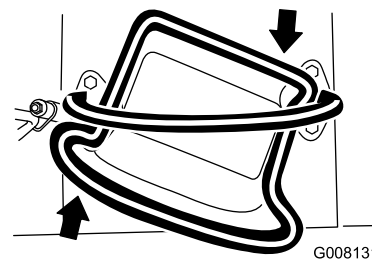

Figure 9
- Pour tourner à droite, tournez la commande de déplacement dans le sens horaire (Figure 9).